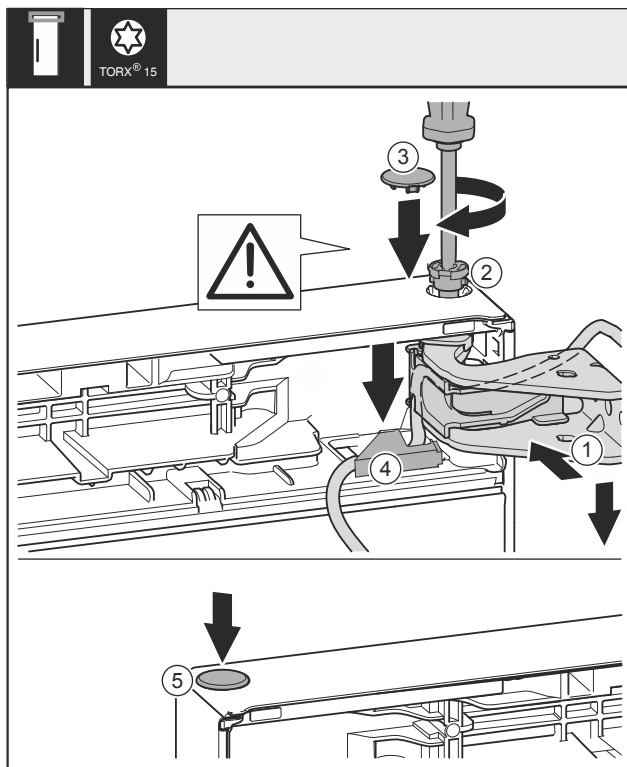

Fig. 45
- Allineare la porta superiore all'apertura nel blocco di supporto Fig. 45 (1).
- Inserire i perni Fig. 45 (2) e stringerli con un cacciavite.
- Montare la copertura del fusibile sul fusibile della porta: Inserire la copertura del fusibile Fig. 45 (3) e controllare se appoggia sulla porta. Altrimenti inserire completamente i perni.
- Inserire la copertura Fig. 45 (4) e spingere verso il basso, finché non si innesta.
- Inserire il tappo Fig. 45 (5).